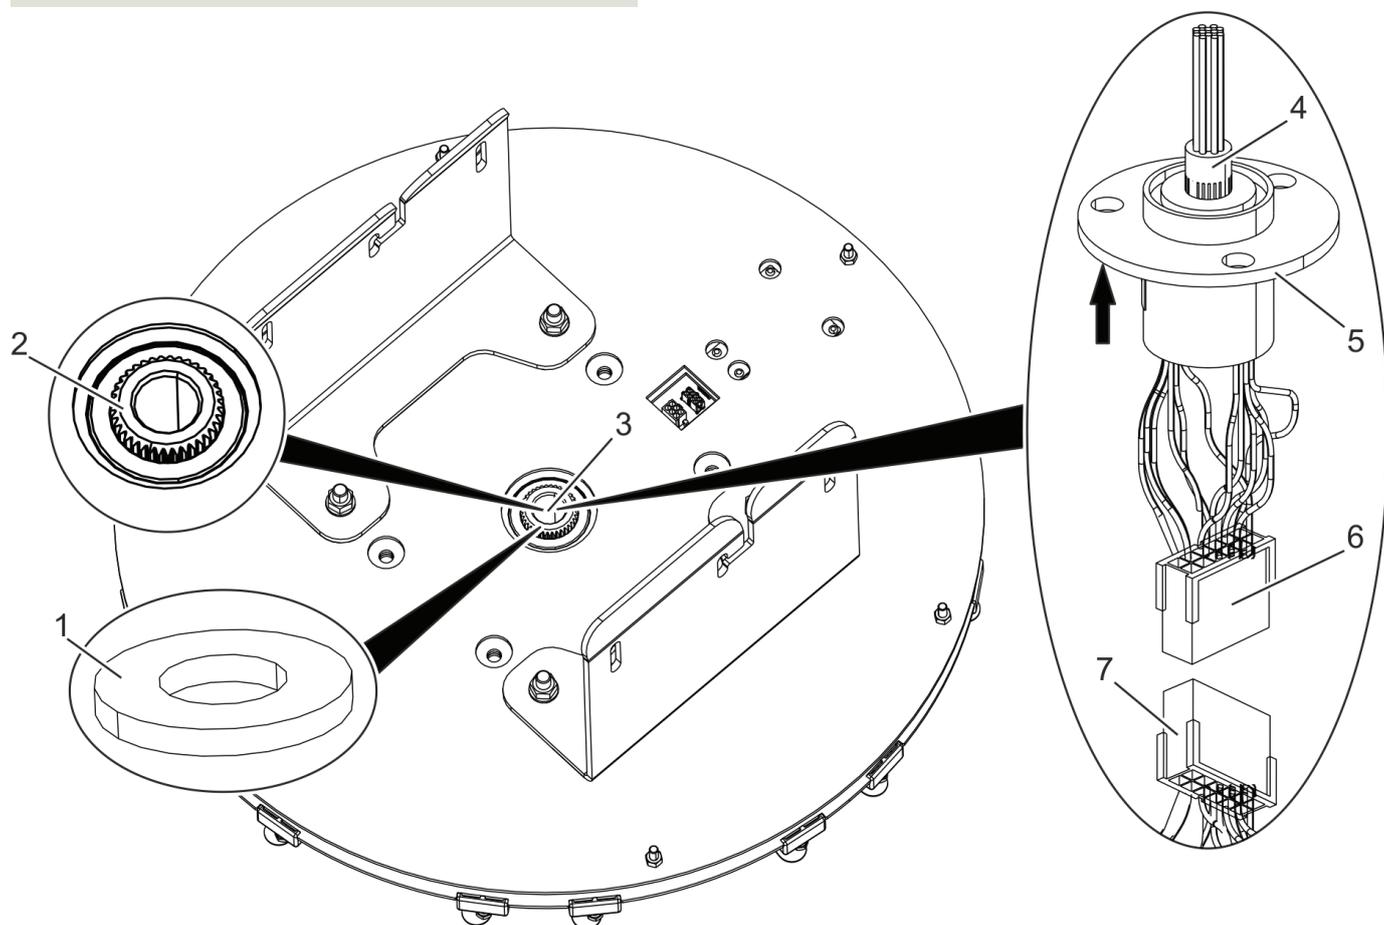

Рис. 113 Привод (вид сверху)
5. Очистить верхнюю сторону зубчатого вала (рис. 113/2), вставленного в центр привода (рис. 113/3), с помощью ткани и обезжиривателя.
6. Снять пленку с клейкой стороны кольца с «липучкой» (рис. 113/1) и очистить клейкую сторону с помощью ткани и обезжиривателя.
7. Проложить соединительный кабель створки (рис. 113/7) от центра привода через кольцо с «липучкой» (рис. 113/1) и приклеить кольцо с «липучкой» (рис. 113/1) клейкой стороной к верхней стороне зубчатого вала (рис. 113).
8. Подключить соединительный кабель створки (рис. 113/7) к токоприемнику (рис. 113/6).
9. Установить токоприемник с подключенным соединительным кабелем створки (рис. 113/7) на кольцо с «липучкой» (рис. 113) клейкой стороной к центру привода (рис. 113/3).
10. Проложить кабель токоприемника (рис. 113/4) к регулятору.